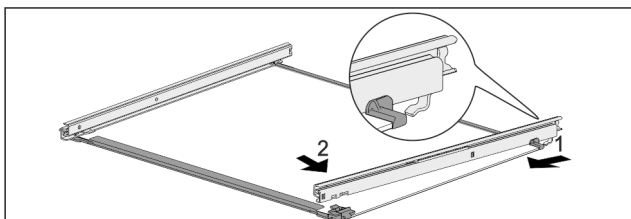

Fig. 166 Staklena ploča s vodicama
- Zakvačite vodicu sa stražnje strane. Fig. 166 (1)
- Uglavite vodicu s prednje strane. Fig. 166 (2)